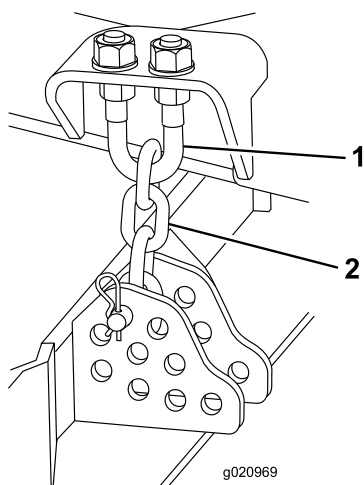

Figura 81
1. Desaperte as porcas de retenção na zona superior ou inferior da cavilha em U da correia da altura de corte (Figura 81).